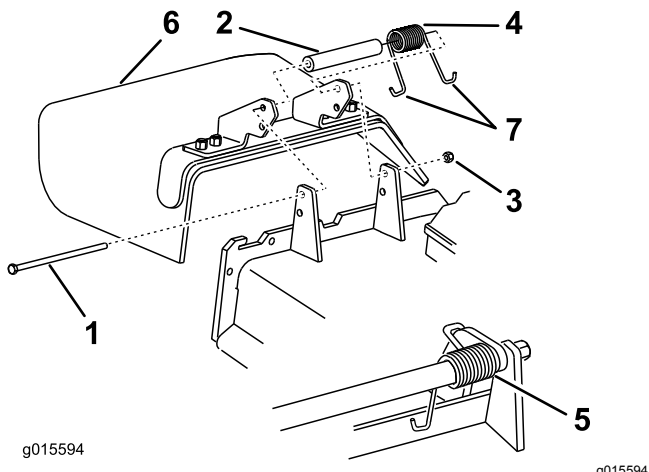

Figura 103
1. Retire la contratuerca, el perno, el muelle y el espaciador que sujetan el deflector a los soportes de pivote (Figura 103).
2. Retire el deflector de hierba dañado o desgastado (Figura 103).
Nota: Asegúrese de colocar el extremo en J del muelle detrás del reborde de la carcasa antes de instalar el perno, según se muestra en Figura 103.
6. Coloque el gancho en J del muelle alrededor del deflector de hierba (Figura 103).